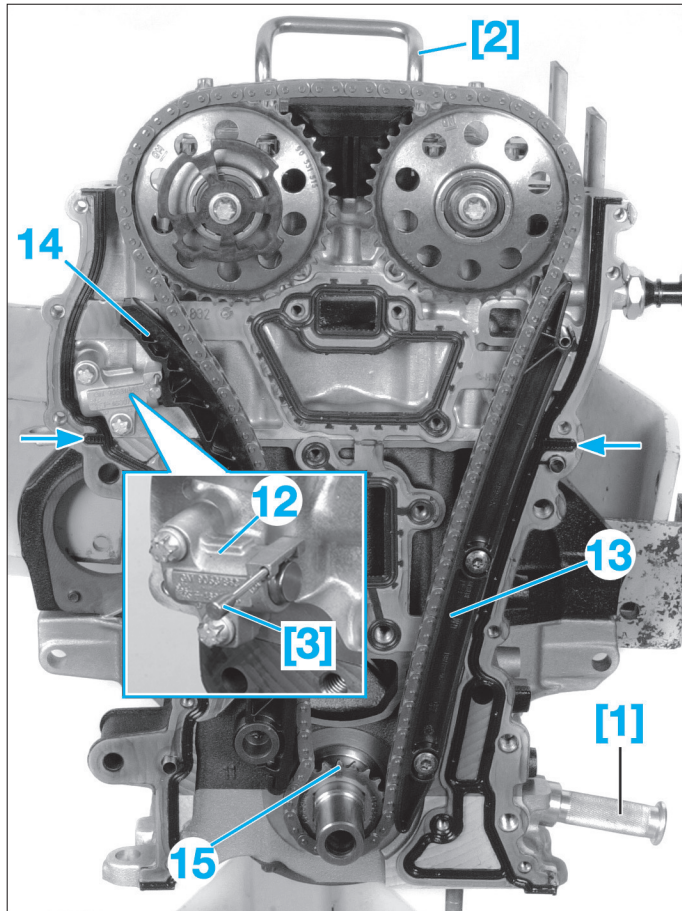

Fig. 11
- [3]. Pige d'immobilisation du tendeur de chaîne de distribution (ref. KM-955-1) (Fig.11).
- Immobiliser le tendeur de chaîne (12) à l'aide de l'outil [3] (cote : Ø de 2 mm et de longueur 44 mm) (Fig.11). Pour cela, tendre l'arbre à cames d'admission par l'hexagone avec une clé à fourche dans le sens de rotation du moteur.
- Déposer le tendeur de chaîne (12) (2 vis).
- Déposer les rails de guidage (13) et de serrage (14).
- Mettre en place le pignon de vilebrequin (15) (Fig.11).
- Remettre en place les rails de serrage (14) et de guidage (13) sur le bloc cylindres.
- Reposer le tendeur de chaîne (12) sur la culasse.